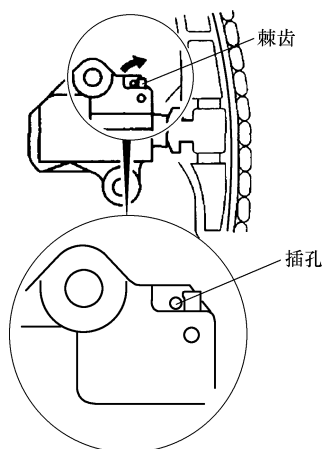

图 25-26 棘齿位置和插孔识别
4) 继续压入柱塞, 直至棘齿达到图 25-26 中所示的位置, 然后在插孔中插入金属丝, 使柱塞锁定。